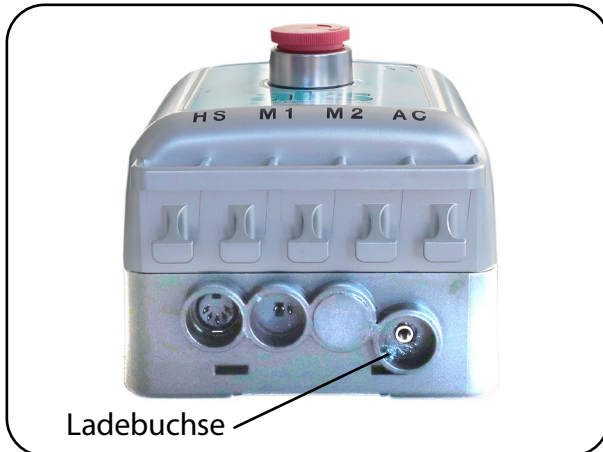
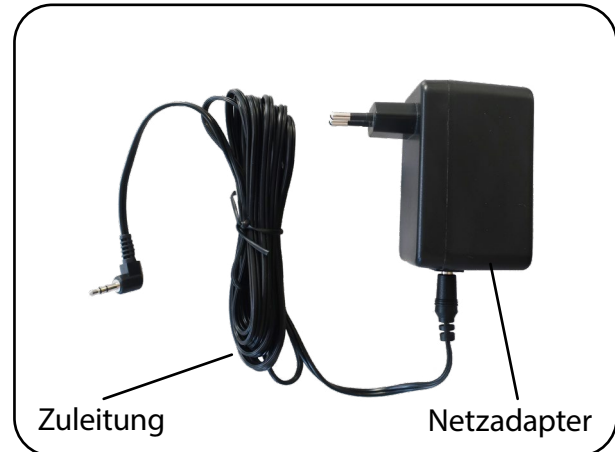

Abb. 8.7.05 – Unterseite der Steuereinheit
Abb. 8.7.06 – Netzadapter mit Zuleitung
Das Akkupack kann ausschließlich mit dem mitgelieferten Netzadapter (Abb. 8.7.06) entweder direkt auf der Steuereinheit oder mit der als Zubehör lieferbaren Wandladestation (siehe Kapitel **Zubehör/ Kombination**) geladen werden. Die Ladebuchse befindet sich an der Unterseite der Steuereinheit (Abb. 8.7.05).
2. Verbinden Sie den Netzadapter durch die Zuleitung (Abb. 8.7.06) mit der Ladebuchse an der Steuereinheit (Abb. 8.7.07).